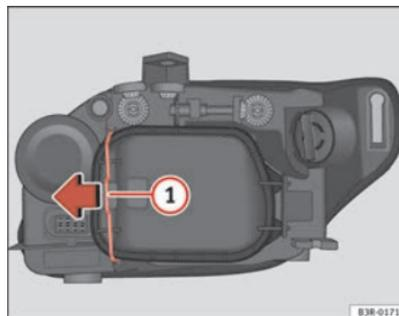

Fig. 198 Luz de posición (lado interior vehículo)
- Desplace el tirante ⇒ página 279, fig. 198 1 en el sentido de la flecha y saque la tapa rígida separando primero el lado del tirante y sacando después las dos pestañas del extremo contrario de la tapa.